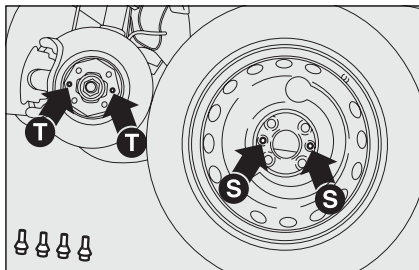

fig. 7
- monteer het reservewiel, waarbij de gaten **S-fig. 7** over de centreerpennen **T** moeten vallen;
- monteer het normale wiel, waarbij de gaten **S-fig. 7** over de centreerpennen **T** moeten vallen;